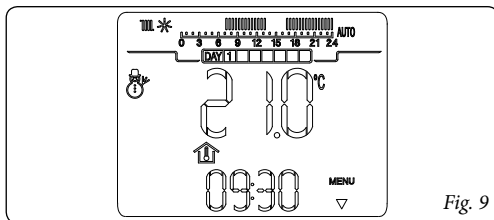

Fig. 9
- **Modalità inverno** (☀). In modalità inverno la caldaia è abilitata per il riscaldamento ambienti. In inverno il CRONO 7 può funzionare in modo automatico o manuale per la descrizione del funzionamento vedi capitolo 5. Sul display viene visualizzato il giorno e l'ora corrente, la temperatura ambiente e la barra oraria con la programmazione giornaliera del timer riscaldamento unitamente ai relativi simboli (fig. 9).